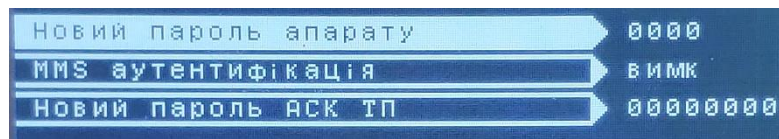

Рисунок 18 – Підрозділ «Зміна пароля»
2.2. «Зміна пароля» - підрозділ призначений для зміни раніше встановленого пароля (див. рисунок 18).